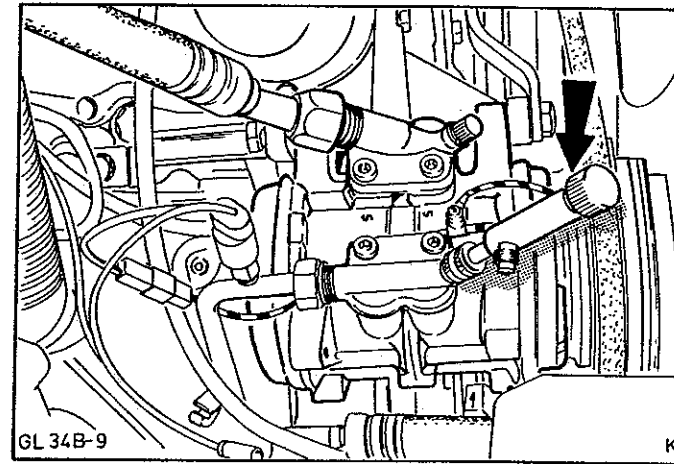

Abb.39 Kältemittel über Druckventil am Kompressor mit Ventilkernentferner ablassen
2. Kältemittel über Druckventil am Kompressor mit Ventilkernentferner langsam ablassen, Abb.39.